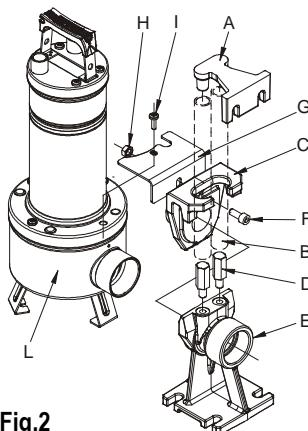

Fig.2
- 4.6 Anslut utloppsröret/-slangen direkt till pumpmunstycket. Om pumpen används i en fast installation bör den anslutas till röret med hjälp av en koppling för att underlätta demontering och ominstallation. Vid användning av slang ska en gängad slangkoppling installeras på pumpmunstycket. Täta gängningen med lämpligt material (teflonband eller liknande) för att garantera en effektiv tätnings. Vid fast installation rekommenderas användning av lyftanordningen DSD2 (tillval - **Fig. 2**) för att underlätta underhållsarbetet på elpumpen. Genom att placera lyftanordningen mellan elpumpens utloppsmunstycke och röret behöver utloppsröret inte demonteras vid underhållsarbetet. DSD2-anordningen består av fem delar samt ytterligare en som inte medföljer (3/4" rör):
Ta bort den övre skruven från flänsen på trycksidan (I). Montera rotationsspärbygeln (G). Sätt tillbaka skruven (I). Dra ut sliden från anslutningsfoten och anslut sliden till pumpens utloppsmunstycke. Fäst sliden vid pumpen med skruven F och muttern H enligt figuren. Sätt tillbaka silden och pumpen på foten (Fig.2).